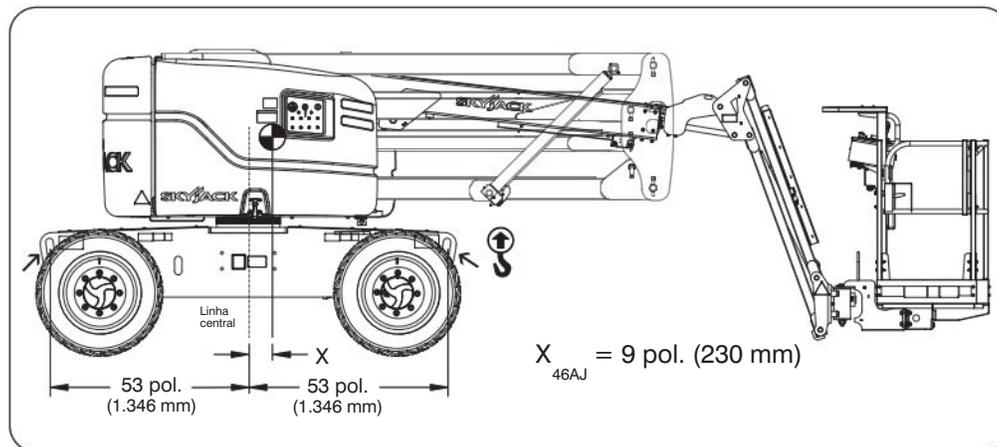

Figura 08 Centro aproximado de gravidade
1. Gire a lança e posicione a MEWP na posição mostrada em *Figura 08*.
4. Conecte a amarração a todos os quatro pontos de elevação, conforme mostrado em *Figura 08*.
5. Ajuste a amarração para se certificar de que a MEWP se mantém nivelada ao içá-la. Consulte a *Figura 08* para ver o local do centro de gravidade.